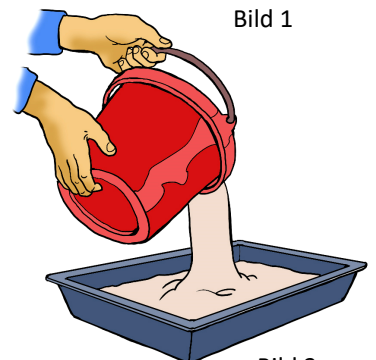
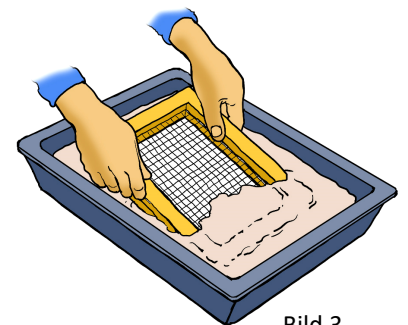

Bild 2
Bild 3
4. Häll pappersmassan i långpannan eller plastlådan. Se bild 2. Sänk ner ramarna i blandningen så att pappersmassan hamnar ovanpå nätet. Se bild 3.